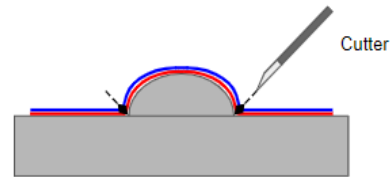

Abbildung 13
**WICHTIGER HINWEIS:** Bei der Verwendung der JT 10500 Serie empfiehlt es sich, zum Abschluss mit einem Cutter um die Niete herum zu schneiden, um der Folie die Spannung zu nehmen, da sie andernfalls später sich ablösen kann. *Abbildung 13*